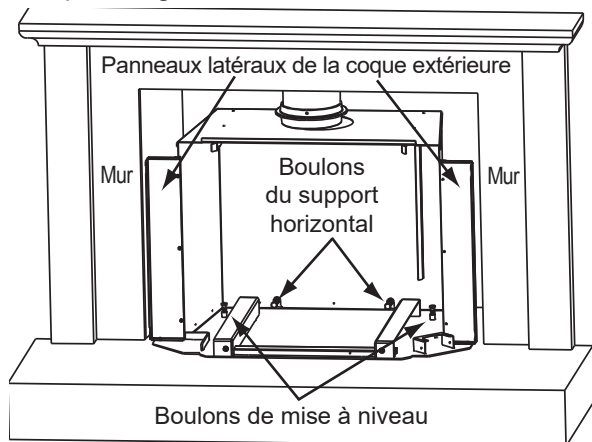
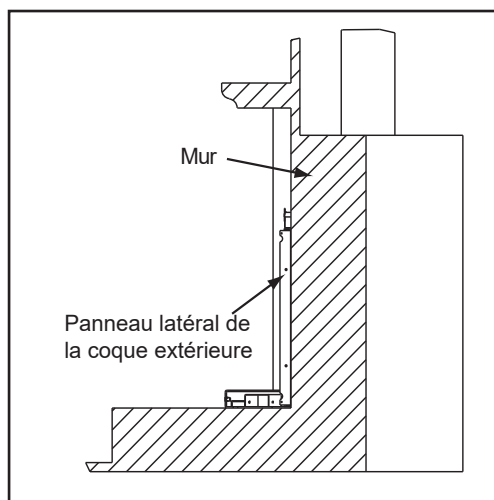

Figure 20.1
Figure 20.2
1. Alignez l'arrière de la surface des panneaux de la coque extérieure à la paroi avant pour un placement correct. **Figure 20.2.** Utilisez les boulons de mise à niveau pour mettre la coque extérieure à niveau. **Figure 20.1**